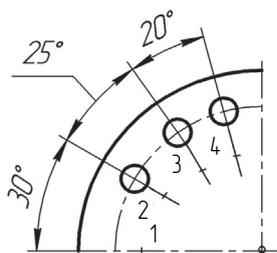

Рис. 3.13-1
Нанести три последовательных угловых размера. Размерную надпись 25° расположить на полке (рис. 3.13-1). Все указываемые стороны углов должны проходить через одну точку – вершину первого угла.
2. В ответ на запрос системы *Укажите базовый отрезок* указать горизонтальную ось *1* (рис. 3.13-1).